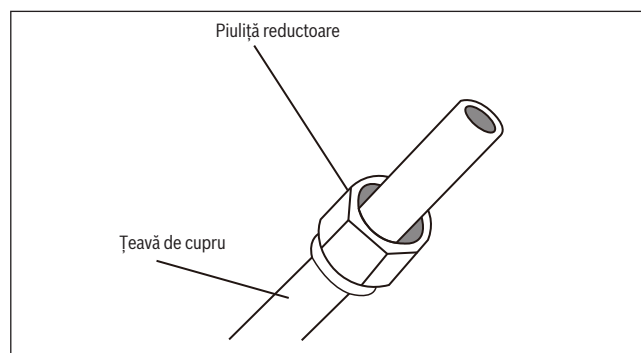

Fig. 30.
3. Plasați piulițe reductoare la ambele capete ale țevii. Asigurați-vă că acestea sunt orientate cu fața spre direcția potrivită, deoarece nu puteți să le puneți sau să le schimbați direcția după evazare. A se vedea **fig. 30**.